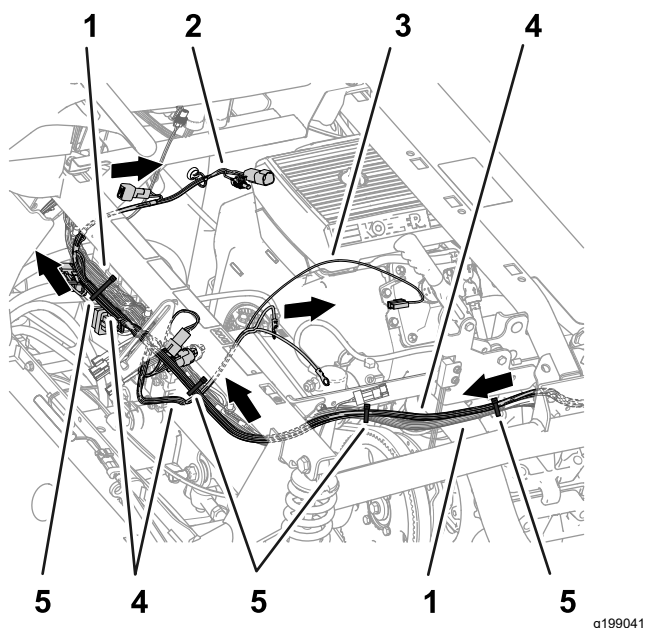

Рисунок 84
5. Проложите ответвления длиной 84 см, 60 см и 66 см жгута проводов опрыскивателя из комплекта поперек опорной трубы амортизатора, как показано на Рисунок 84.
6. Прикрепите жгут проводов опрыскивателя из комплекта к жгуту проводов машины, как показано на Рисунок 82, Рисунок 83 и Рисунок 84.